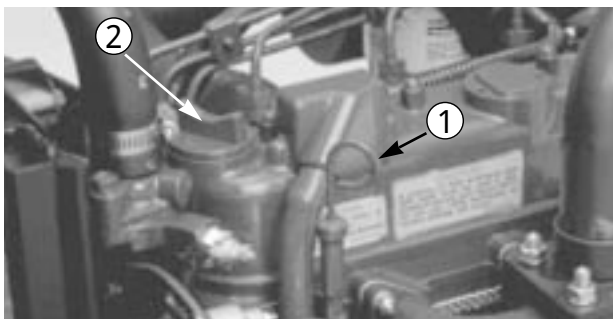
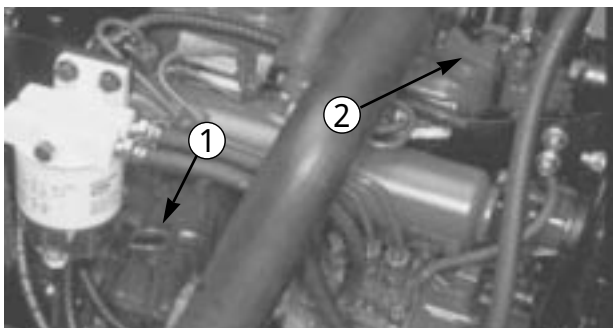

図 14
図 15
2. ディップスティック (RM5200-Dは図14、RM5400-Dは図15) を抜き、ウェスで拭いてからもう一度差し込んで引き抜き、オイルの量を点検する：FULLマークまであればよい。